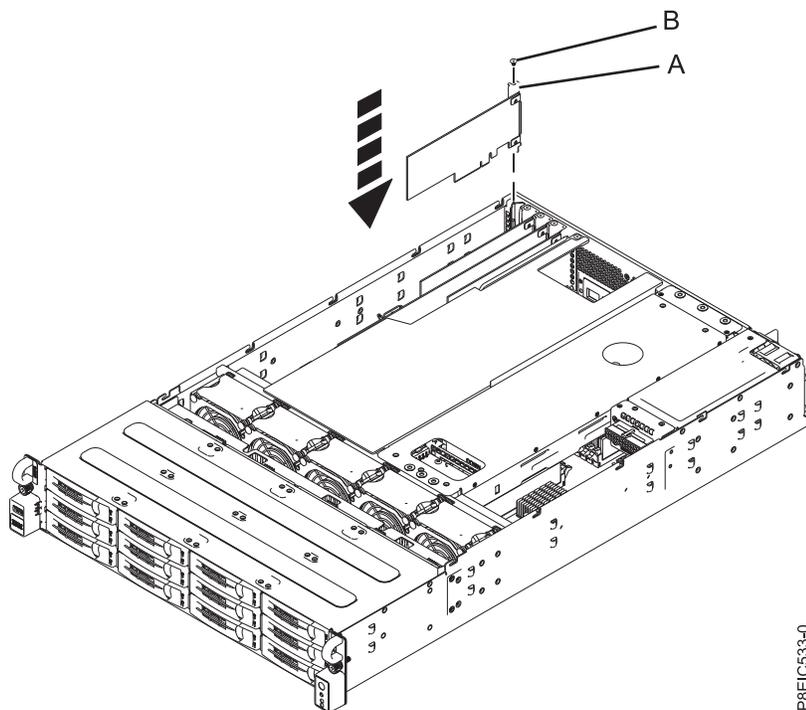

Figura 42. Instalando o adaptador PCIe (A) e parafuso (B)
8. Insira o parafuso de retenção (**B**) e aperte-o para prender o adaptador PCIe no sistema, conforme mostrado na Figura 42 na página 64.